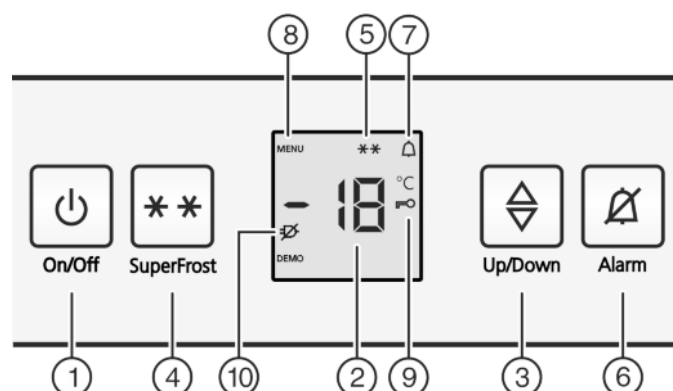

Fig. 2
- Stiskněte tlačítko On/Off Fig. 2 (1).
- Zapnutí seřizovacího režimu: Stiskněte tlačítko SuperFrost Fig. 2 (4) asi na 5 sekund.
- ▷ Na displeji se zobrazí Symbol menu *Fig. 2 (8)*.
- ▶ Potvrďte krátce tlačítkem SuperFrost *Fig. 2 (4)*.
- ▷ Na displeji svítí Symbol dětské pojistky *Fig. 2 (9)*.
- ▶ Stiskněte krátce tlačítko On/Off *Fig. 2 (1)*.
- ▶ Zapnutí seřizovacího režimu: Stiskněte tlačítko SuperFrost *Fig. 2 (4)* asi na 5 sekund.
- ▷ Symbol dětské pojistky *Fig. 2 (9)* zhasne.
- ▶ Stiskněte tlačítko Alarm *Fig. 2 (6)*.
Současně bliká ukazatel teploty a symbol Alarm *Fig. 2 (7)*.
Výstražný bzučák se vypne automaticky, symbol Alarm *Fig. 2 (7)* se vypne a ukazatel teploty přestane blikat, když je teplota zase dostatečně nízká.